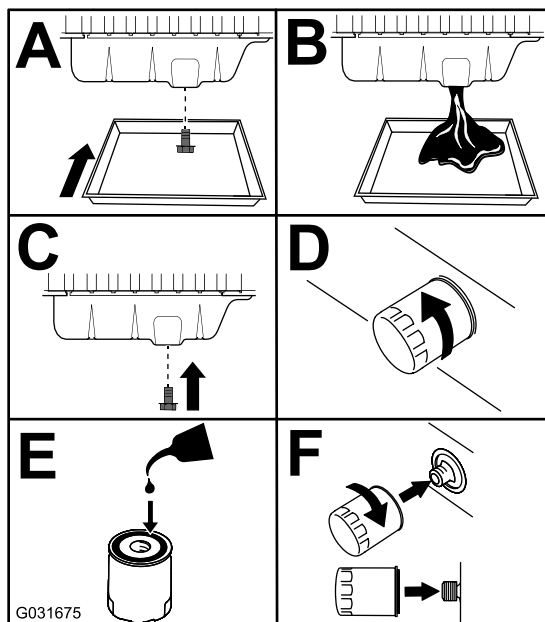

Figura 87
3. Sostituite l'olio motore e il filtro (Figura 87).